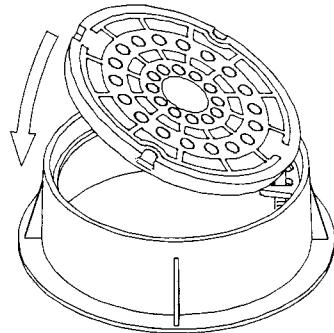

図 9
- 指等を挟まないように注意しながら、ゆっくり蓋を閉めてください。(図 9 参照)